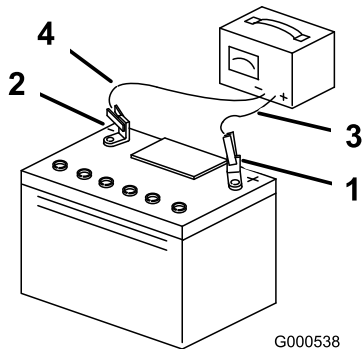

Figure 35
5. Quand la batterie est chargée au maximum, débranchez le chargeur de la prise, puis débranchez les fils du chargeur des bornes de la batterie (Figure 35).